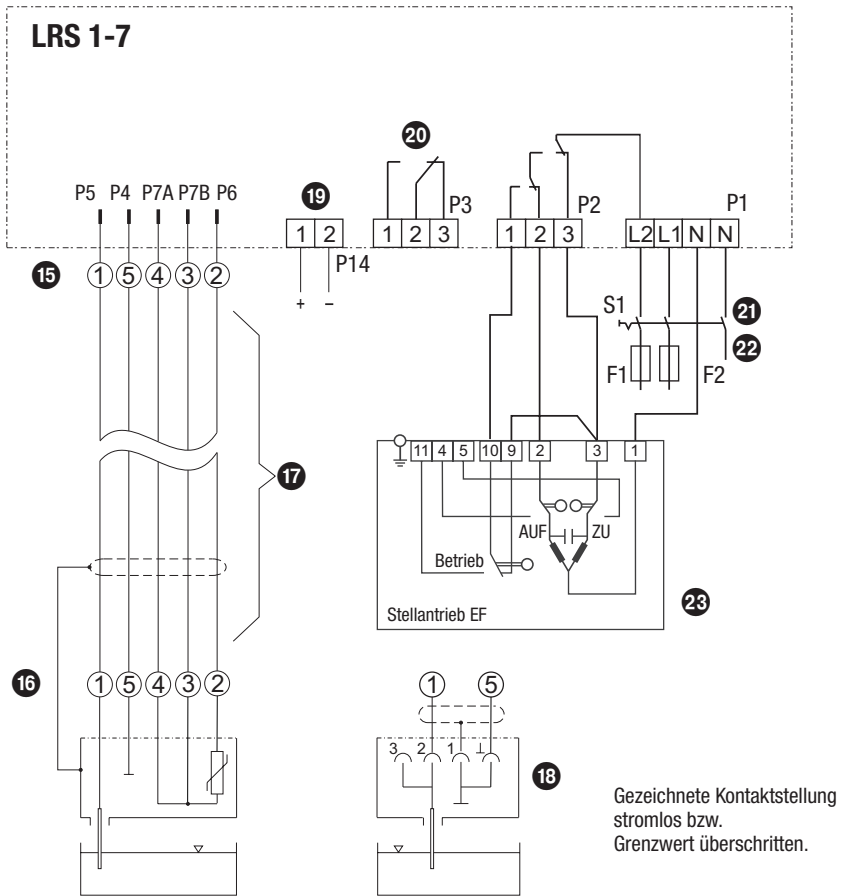

Fig. 4
Die Leitfähigkeitselektrode LRG 16-9 und der Leitfähigkeitsschalter LRS 1-7 sind mit M 12 Sensor-Steckverbindungen, 5-polig, A-codiert, ausgerüstet, Belegung **Fig. 4** und **Fig. 5**. Für die Verbindung der Geräte ist ein vorkonfektioniertes Steuerkabel (mit Stecker und Buchse) in verschiedenen Längen als Zubehör erhältlich.
- Wird nicht das vorkonfektionierte Steuerkabel verwendet, muss an die Anschlussleitung ein Stecker und eine abgeschirmte Buchse entsprechend dem Anschlussplan **Fig. 4** angeschlossen werden.
- Schließen Sie die Abschirmung im Stecker der Leitfähigkeitselektrode an, siehe Anschlussplan **Fig. 4** und **Fig. 5**.